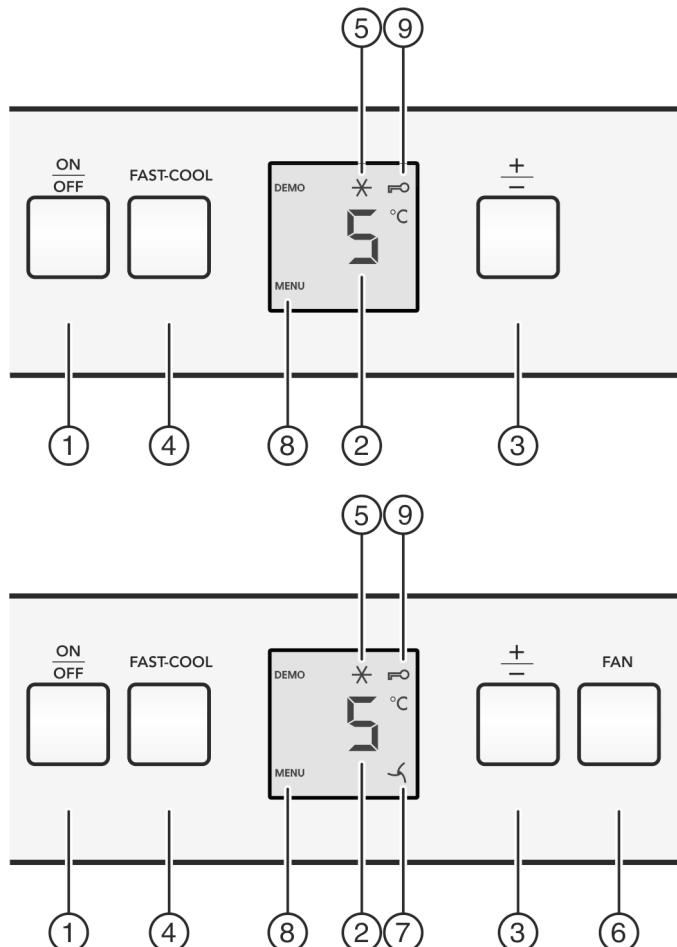

Fig. 2
- Taste On/Off Fig. 2 (1) drücken.
- Taste Fast-Cool Fig. 2 (4) ca. 5 Sekunden drücken.
- In der Anzeige wird das Symbol Menu Fig. 2 (8) angezeigt.
- Mit der Taste Fast-Cool Fig. 2 (4) kurz bestätigen.
- Das Symbol Kindersicherung Fig. 2 (9) leuchtet in der Anzeige.
- Die Taste On/Off Fig. 2 (1) kurz drücken.
- Temperaturfunktion aufrufen: Die Einstelltaste „+/-“ Fig. 2 (3) drücken.
- Temperatur in 1 °C -Schritten ändern: Einstelltaste „+/-“ Fig. 2 (3) so oft drücken, bis die gewünschte Temperatur in der Temperaturanzeige leuchtet.
- Taste Fast-Cool Fig. 2 (4) kurz drücken.
- ▷ Das Symbol Fast-Cool Fig. 2 (5) leuchtet in der Anzeige.
- ▷ Das Symbol Fast-Cool Fig. 2 (5) erlischt in der Anzeige.
- Taste Fan Fig. 2 (6) kurz drücken.
- ▷ Das Symbol Fan Fig. 2 (7) leuchtet.